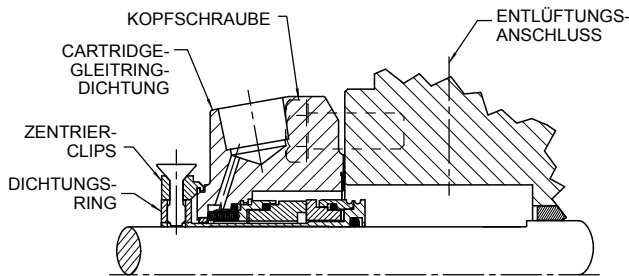

ABBILDUNG 12
1. Cartridge (Abbildung 12)
2. Die Welle und den O-Ring im Innendurchmesser der Hülse der Cartridge-Dichtung mit reichlich Leichtöl schmieren. Siehe **Abbildung 12**.